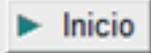

Figura 10.23. Introducción
b) A continuación se muestra un recuadro con una breve introducción de la práctica (figura 10.23), después de leer cierre la ventana.